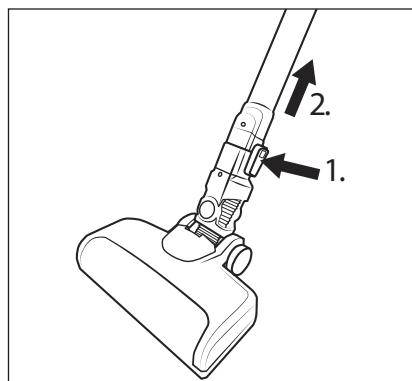

Fig. 12
- Para desmontar el cepillo para suelos ② del tubo de aspiración ④, mantenga pulsado el botón de desencastré del cepillo para suelos ③ y tire del tubo de aspiración ④ para extraerlo del cepillo para suelos ② (consulte la fig. 12).